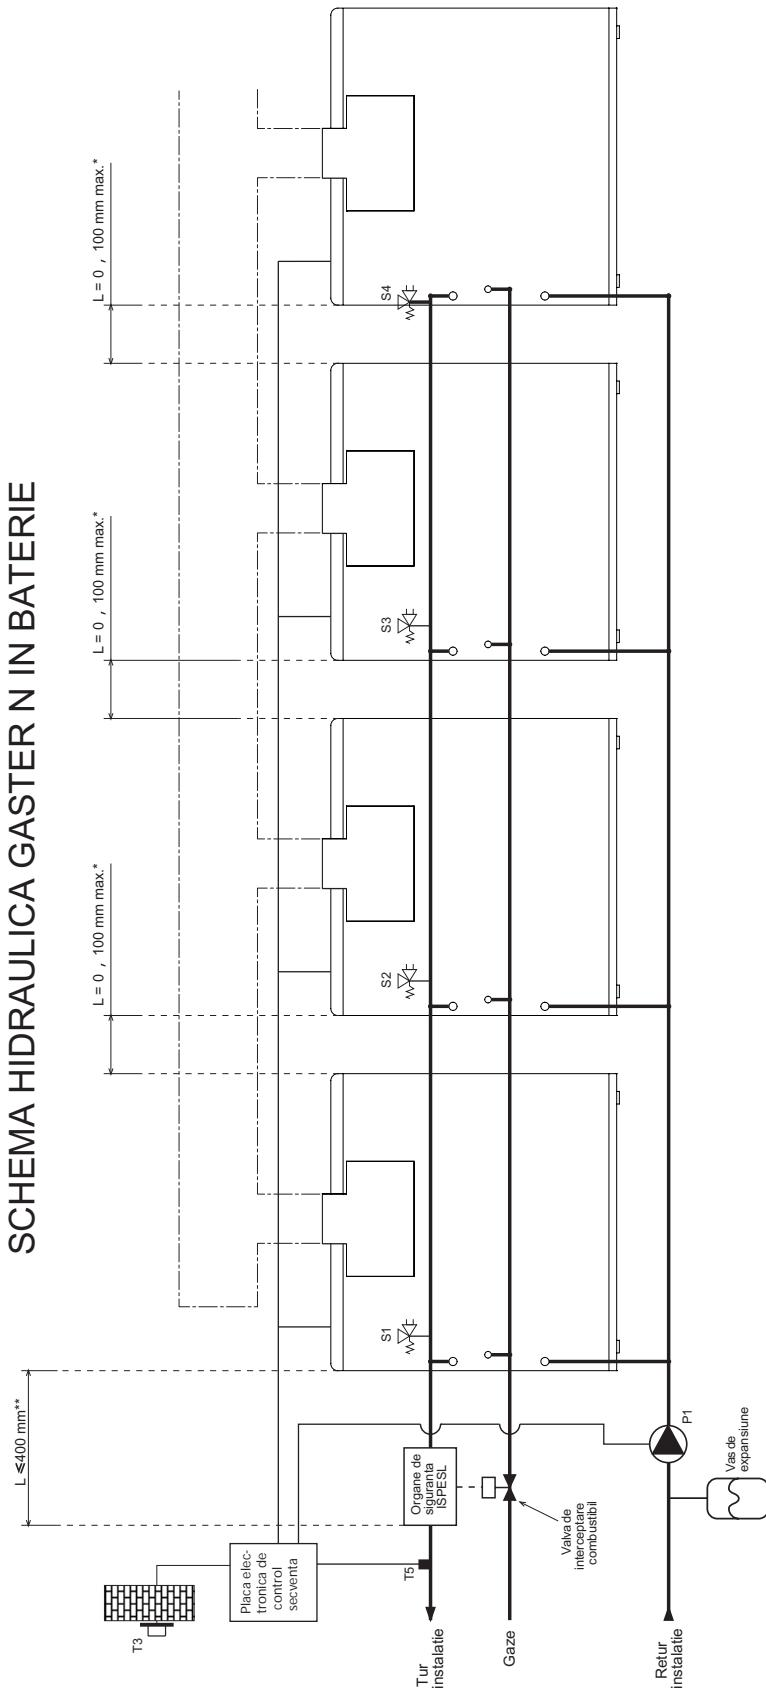

fig. 10
- Raccordati modulele la un circuit hidraulic cu colector dublu (un colector de tur si unul de return) respectand indicatiile din schemele din fig. 10 si 11.
Dacă se doresc ca generatoarele care compun grupul modular să funcționeze în cascada, trebuie utilizat un bloc electronic de sevență (fig. 10 si 11).